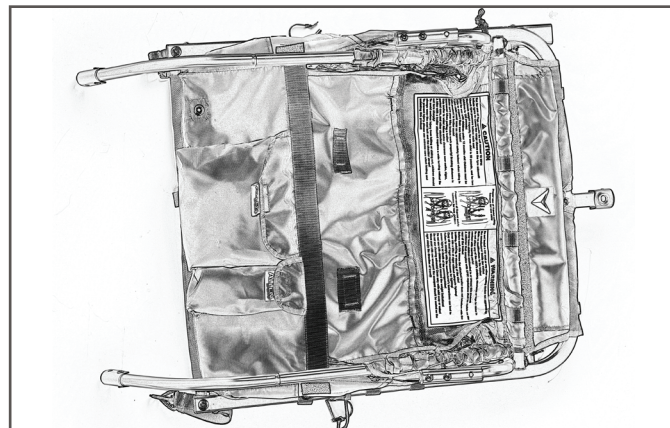

図39
- c. トレーラーがイメージのように平坦になるまでフレームを平らにします(図39)。